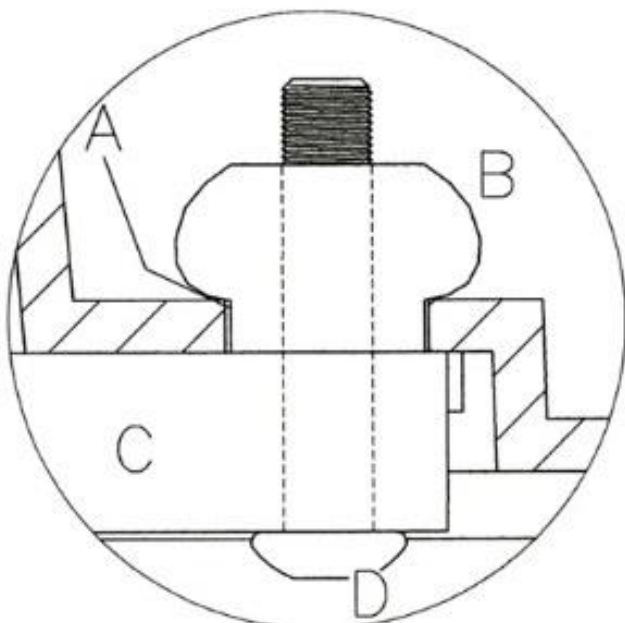

Abb. 3
Weiteres Drehen der Schraube (D) mit einem Sechskant- (Inbus-) Schraubendreher der Schlüsselweite 4 bewirkt eine Wölbung der Gumminiete (B), die dadurch eine Verbindung zwischen der Anschlussbrücke (C) und dem TwinCover herstellt (siehe Abbildung 3).